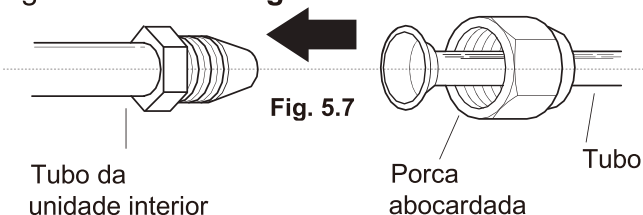

Fig. 5.7
1. Alinhe o centro dos dois tubos que irá ligar. Consulte a **Fig. 5.7.**